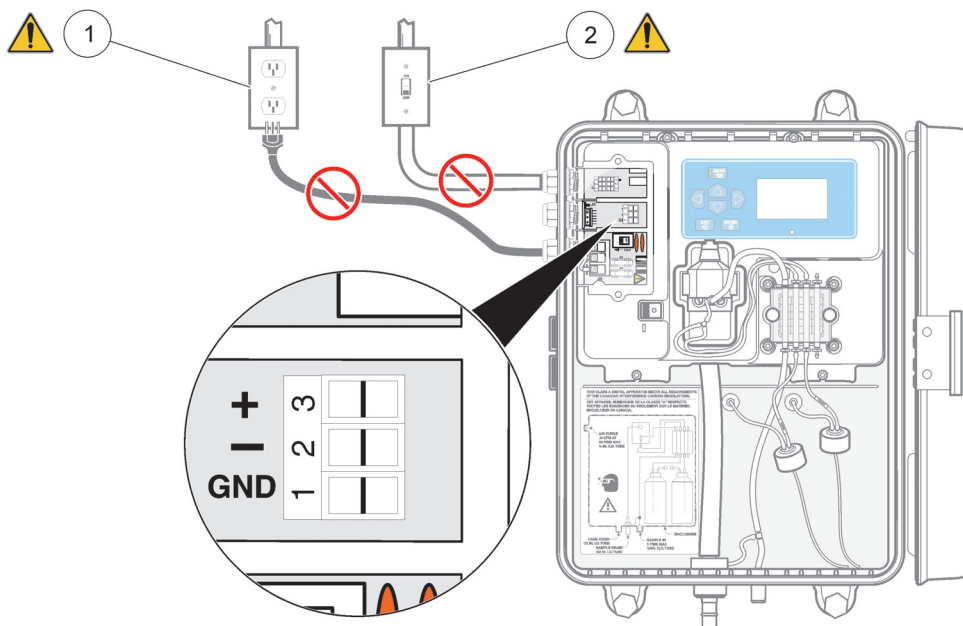

Рисунок 16 Подключение к аналоговым выходам
5. Отсоедините разъем от прибора. См. Рисунок 16 на стр. 28, чтобы узнать порядок подключения.